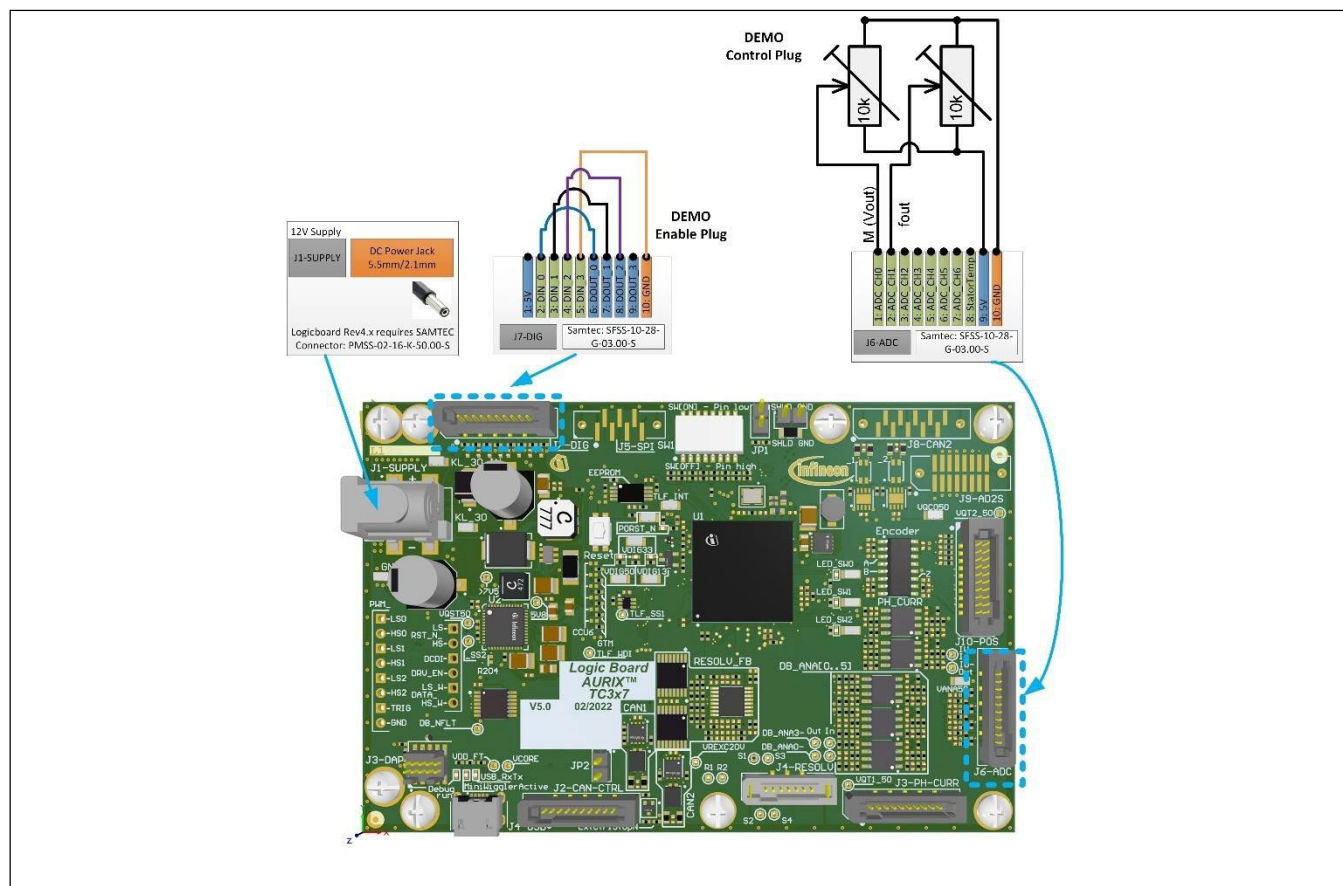

图 8 启用 DEMO 模式的连接方式，以便在无通信的情况下，以开环运行模式操作逆变器套件。
- 3) 插入 DEMO-ENABLE-PLUG（参见图 8）。
- 4) 插入 DEMO-CONTROL-PLUG（参见图 8）。
(即，将引脚 1 和引脚 2 连接至 GND；参见图 8)